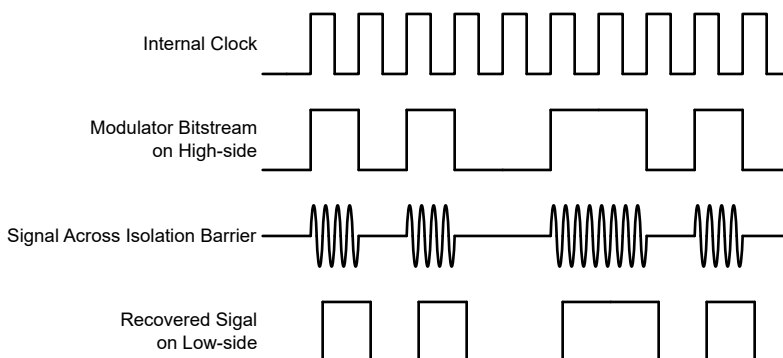

図 7-1. OOK ベースの変調方式
図 7-1 に示されているように、AMC0380D-Q1 は、オン / オフ キーイング (OOK) 変調方式を使用して、変調器の出力ビットストリームを、 SiO_2 ベースの絶縁膜間で伝送します。送信ドライバ (TX) をに 機能ブロック図 示します。TX は、内部で生成された高周波キャリアを絶縁バリア越しに送信し、デジタル 1 を表現します。ただし、TX はデジタル 0 を表す信号を送信しません。AMC0380D-Q1 で使用されるキャリアの公称周波数は 480MHz です。